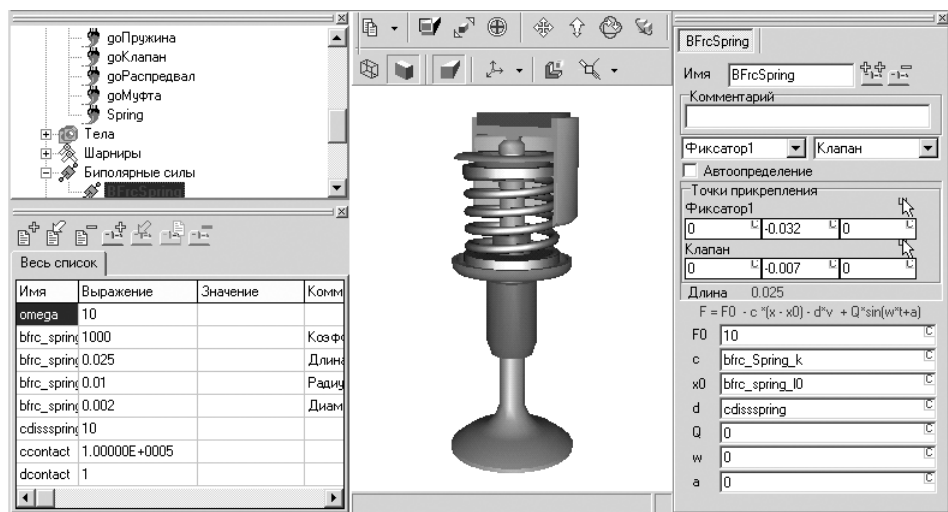

Рис. 2.35. Фрагмент главного окна системы **Универсальный механизм** с активным графическим объектом **BfrcSpring**
- щелкните в **Списке элементов** по пункту **Биполярные силы**, а затем в раскрывшемся списке по пункту **BfrcSpring**. Главное окно системы будет выглядеть так, как показано на рис. 2.35;
Рассмотрим несколько подробнее окно **Инспектор**, представленное на рис. 2.35.